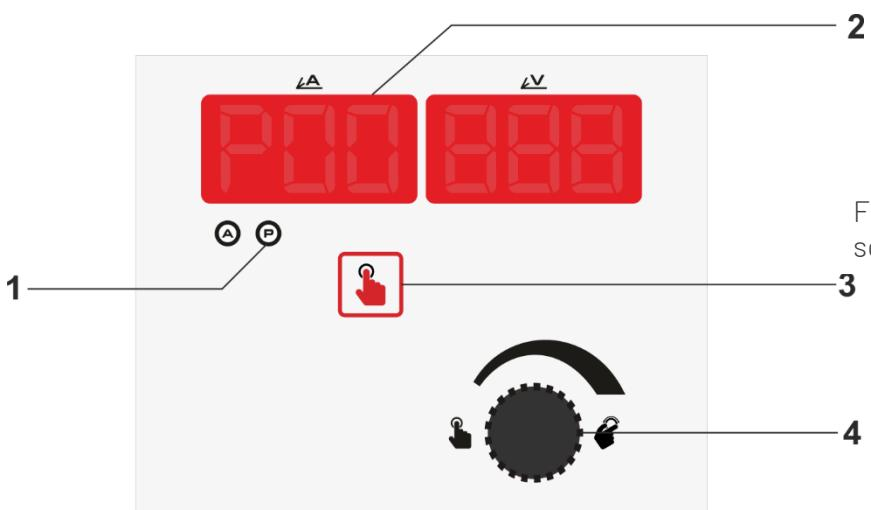

Fig. 3 – Programas de soldadura
- Pressione por 2 segundos o botão 3 (Fig.3) até o display 2 (Fig.3) mostrar dIA. Gire o botão 3 (Fig.3) para selecionar o diâmetro apropriado do eléctrodo de tungsténio (os valores 1,0, 1,6, 2,4, 3,2 ou 4,0 mm são mostrados na tela 1 (Fig. 3)).